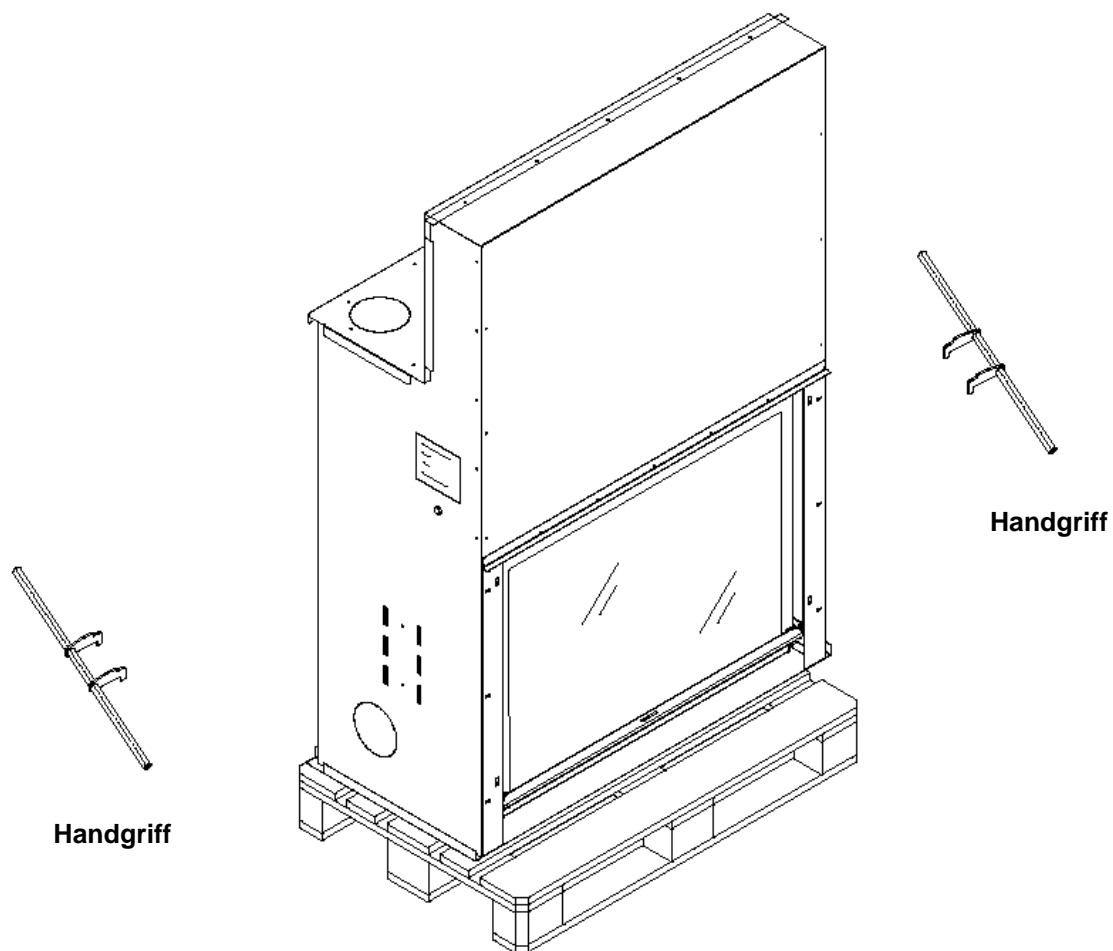

Abbildung 1: Transport
- Wir stellen einen Satz Transporthandgriffe zur Verfügung, die an der Seite des Gerätes in die zu diesem Zweck vorgesehenen Öffnungen geschoben werden können, um einen sicheren und einfachen Transport zu gewährleisten. (Abbildung 1)
Siehe Abbildung 1